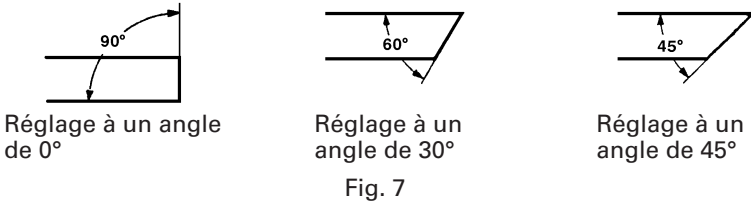
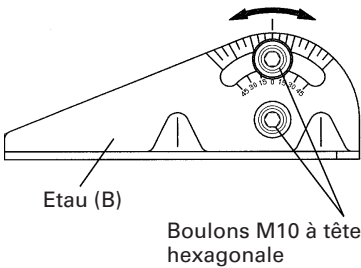

Fig. 7
Fig. 8
**4. Coupes à angle (Fig. 7 et 8)**
Desserrer les deux boulons M10 à tête hexagonale de l'étau (B), puis régler la surface de travail sur la mâchoire d'étau à un angle de 0°, 30° ou 45° comme indiqué à la Fig. 7. Lorsque le réglage est terminé, serrer à fond les deux boulons M10 à tête hexagonale comme indiqué à la Fig. 8.